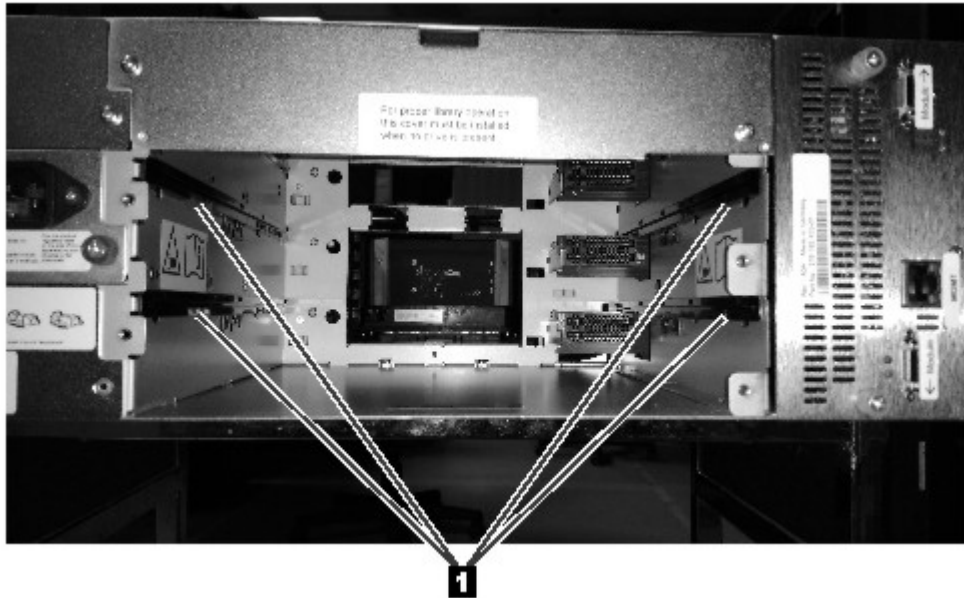

Abbildung 60. Ausrichtungsschienen
2. Richten Sie das neue Bandlaufwerk aus und setzen Sie es entlang der Ausrichtungsschienen ( **1** in Abb. 60 auf Seite 120) in die Laufwerkposition ein. Stützen Sie dabei die Laufwerkbaugruppe unten mit der Hand ab. Das Bandlaufwerk muss mit der Rückwand des Speicherarchivs bündig sein.